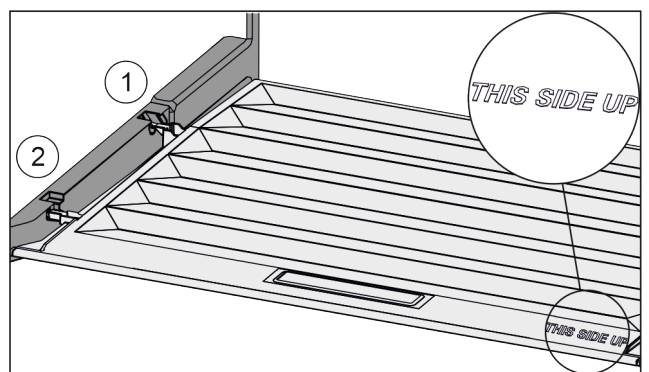

Fig. 115
- ▶ Inserire le nervature del coperchio attraverso l'apertura del supporto posteriore Fig. 115 (1) e innestare anteriormente nel supporto Fig. 115 (2).